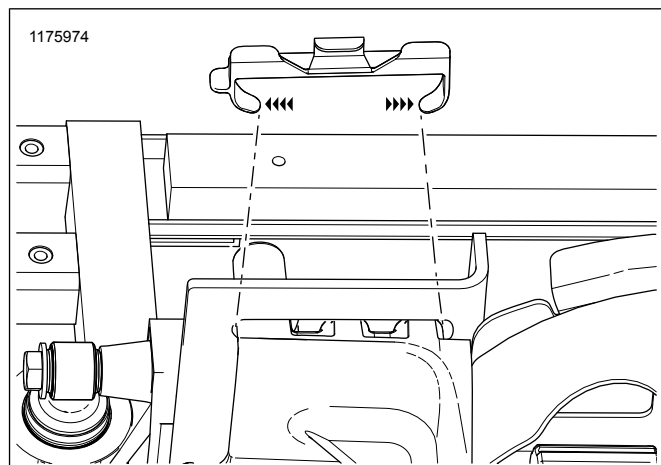
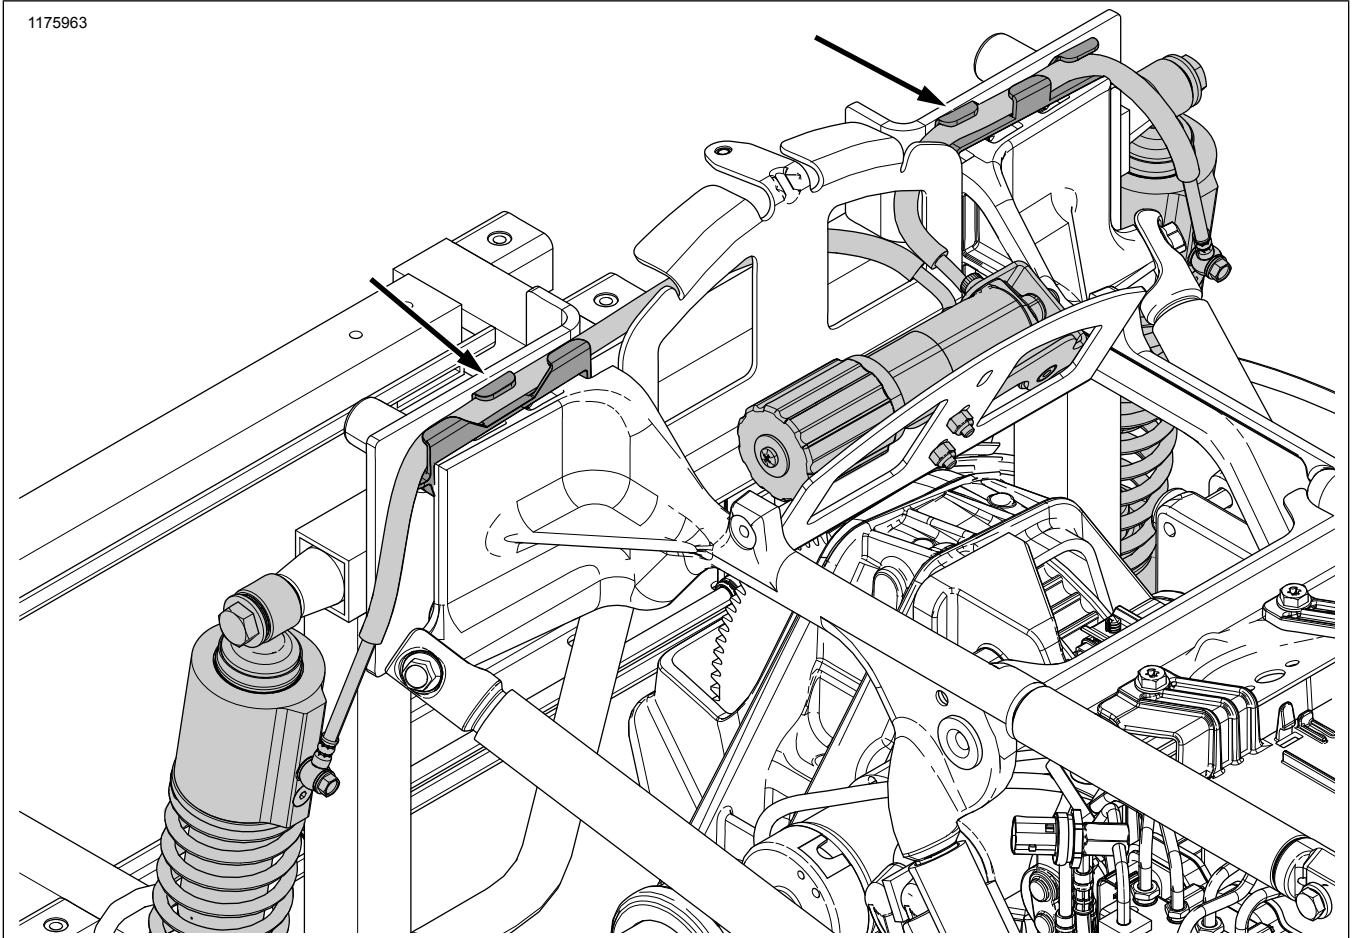

Figure 2. Pose de la retenue de tuyau d'amortisseur (côté droit illustré)
Figure 3. Acheminement du tuyau d'amortisseur et emplacement de la retenue (pièces déposées pour plus de visibilité)
- Voir Figure 2 et Figure 3. Poser les retenues de conduite avec les languettes orientées vers l'extérieur.
Voir Figure 3. Orienter les amortisseurs, les tuyaux et le régleur comme illustré.
- Voir Figure 3. Acheminer le régleur et le support dans le cadre à travers l'ouverture, comme illustré.
- Poser les contre-écrous (4) sur les goujons de support de montage. Serrer.